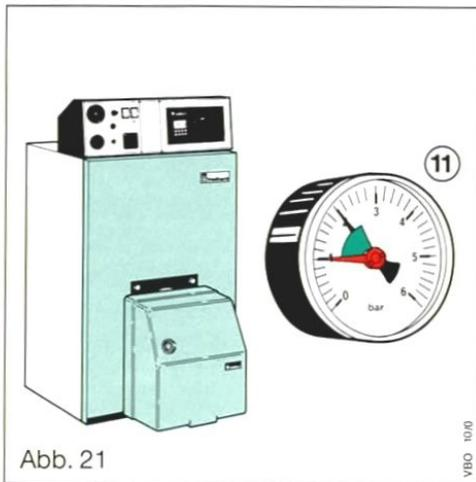

Abb. 21
* Heizungsanlagen-Füllarmatur entspr. DVGW mit Druckminderer, Rückflußverhinderer und Manometer. Gemäß DIN 1988-TRWI ist eine dauernde Verbindung mit der Heizungsanlage nicht zulässig. Die in der Abb. 21 gezeigte Heizungsanlagen-Füllarmatur dient nur als Beispiel für die Ausführung, vorhandene Armaturen können optisch evtl. erheblich abweichen. Der Einsatz eines Druckminderers in der Heizungsanlagen-Füllarmatur ist zu empfehlen, da der Wasserleitungsdruck oft erheblich höher liegt als der Abblasedruck des Sicherheitsventiles der Heizungsanlage.